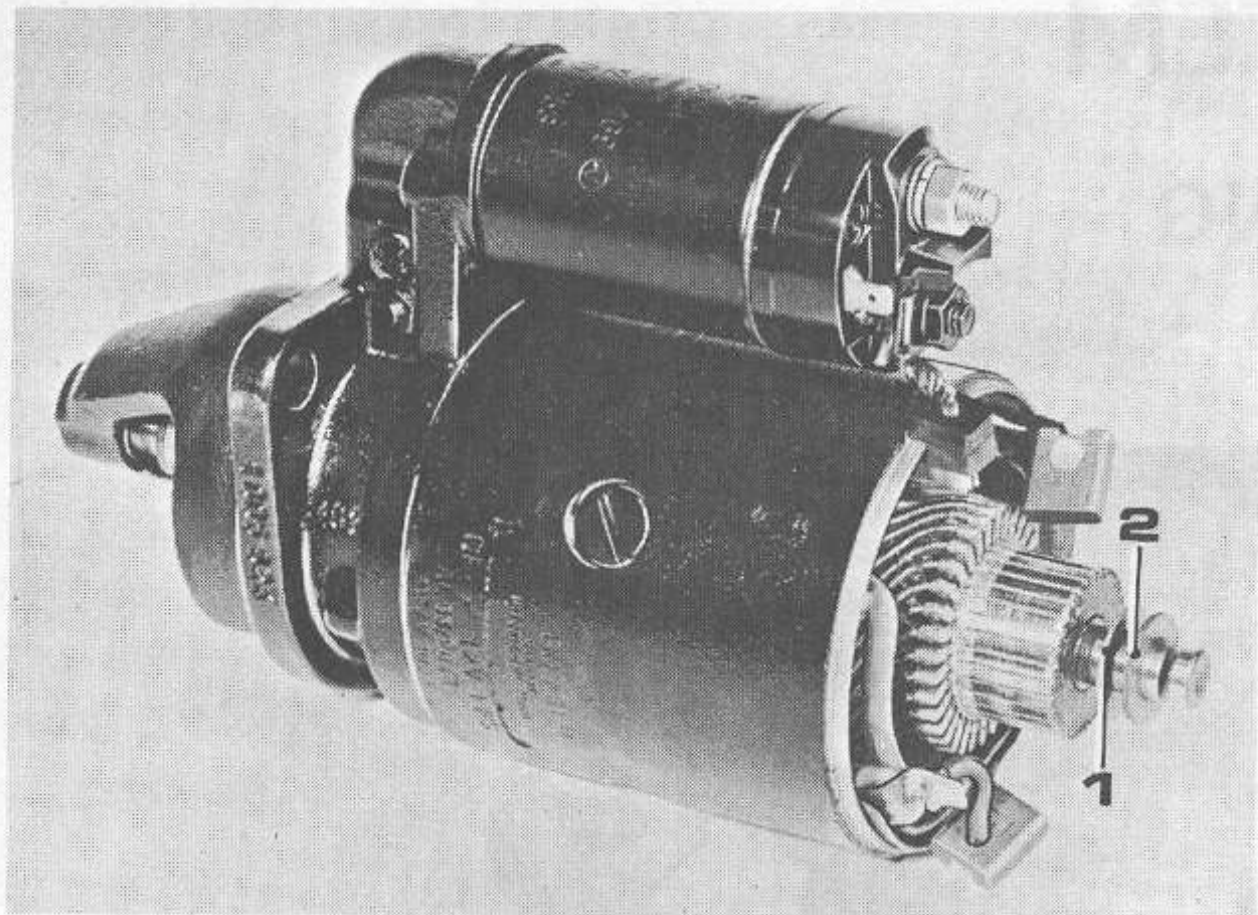

Bild H2 Startmotor med demonterad borstbrygga
OBS! Brickorna enligt bild H2.
1. Montera brickorna på rotoraxeln enligt bild H2.